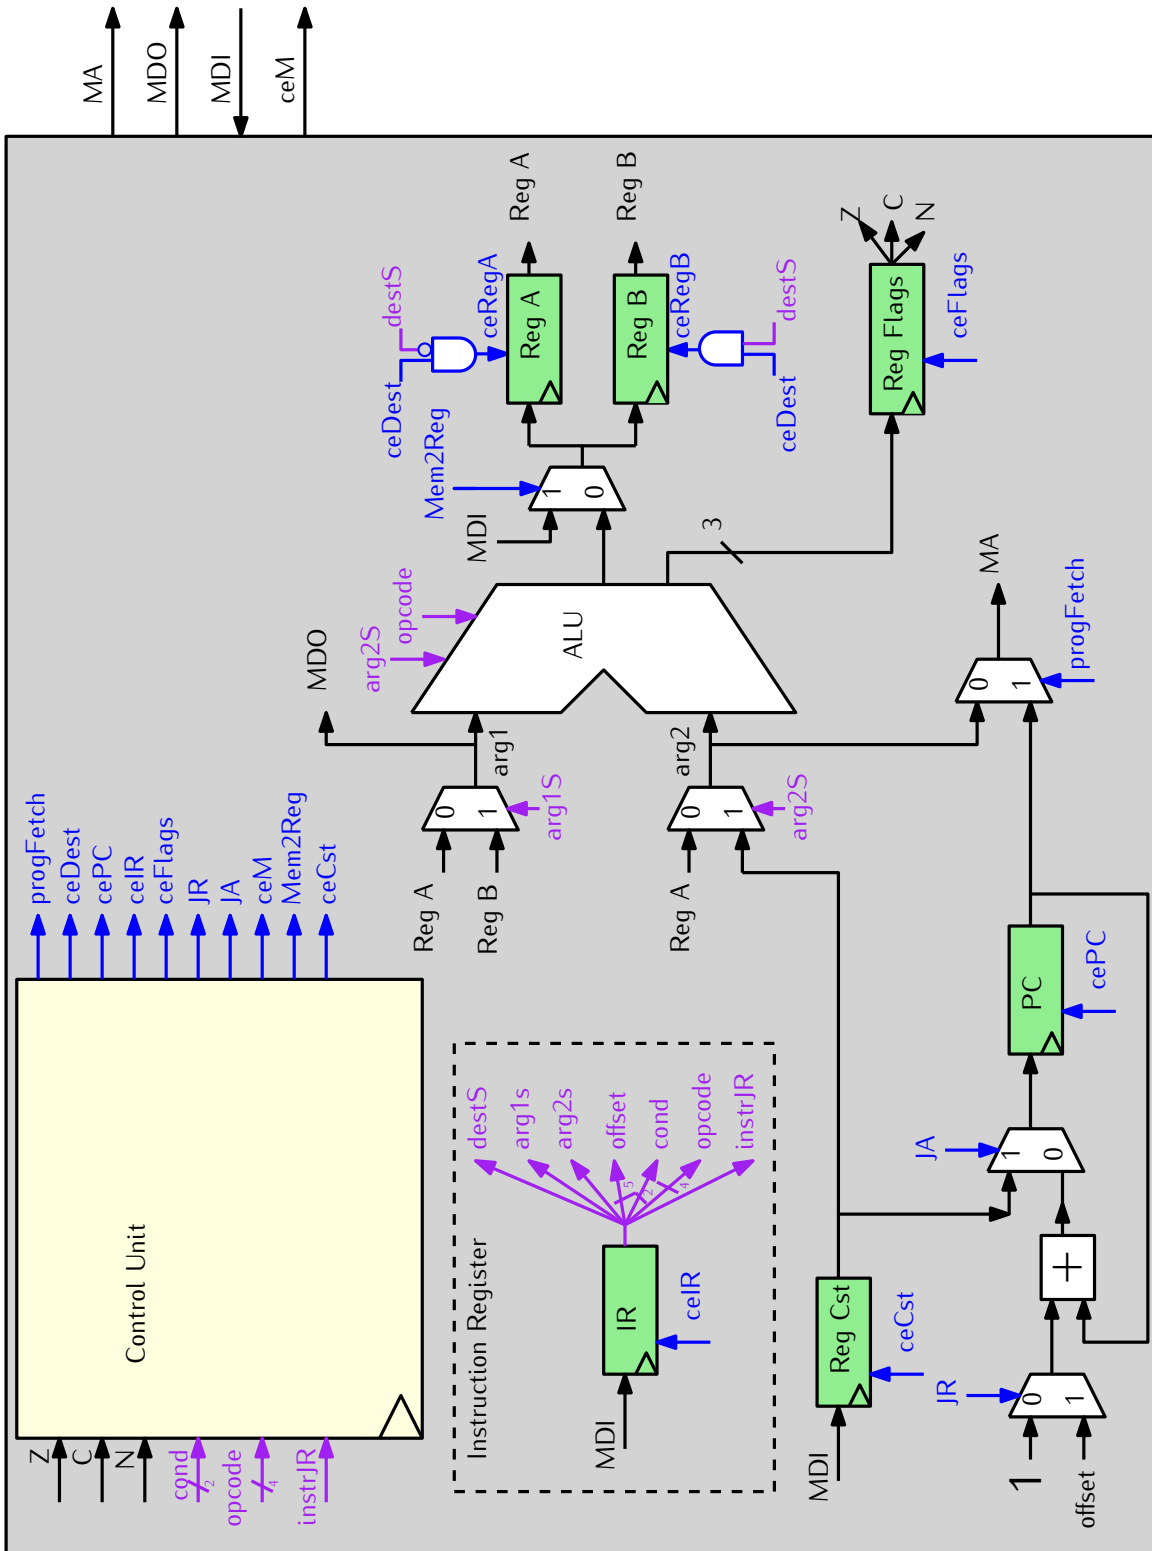
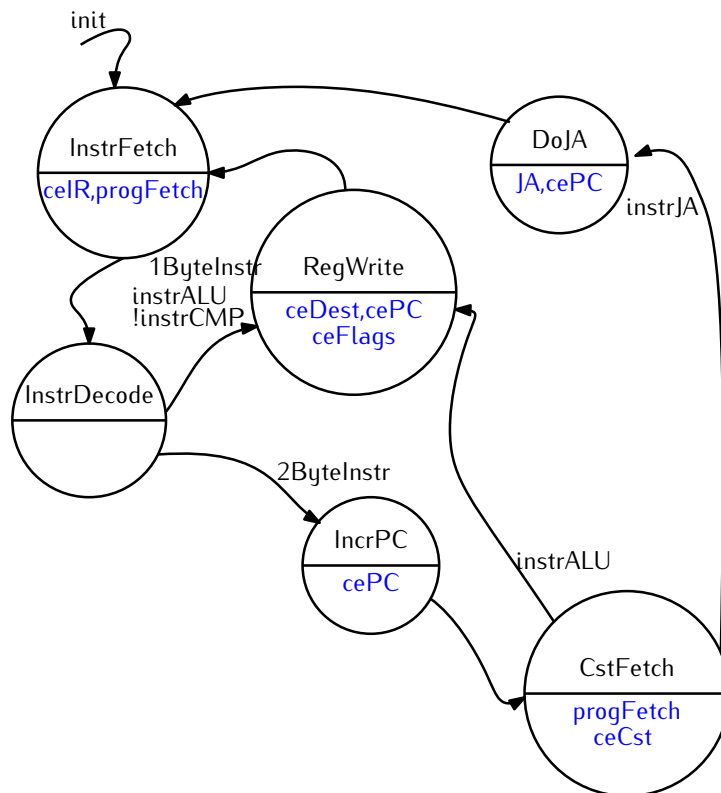

FIGURE 1 – Le datapath de notre micro-machine.
FIGURE 2 – Automate de la version initiale de notre micro-machine Digital.
La figure 2 donne l'automate correspondant à cette version initiale. La figure 1 (voir pages précédentes) donne une version complète du Datapath qu'on cherche à construire.
Récupérez les fichiers mm-minimale.dig ALU.dig et Reg.dig sur la page moodle du module. Ouvrez ces fichiers dans Digital. Faites le lien entre le fichier mm-minimale.dig et les Figures 1 et 2. En particulier, vous prendrez soin de repérer l'ALU, l'automate de contrôle, les registres A, B, PC et CST.
- Suivez le comportement de votre programme dans le processeur, c'est à dire **en même temps** dans digital **ET** sur le dessin de l'automate de la figure 2. Attention, chaque TOP de l'horloge, déclenche une transition dans l'automate de contrôle.
- Comme dans la Figure 2, ajoutez dans l'état `regWrite` la mise à jour du signal d'écriture dans le registre `Flags` (`ceFlags`).